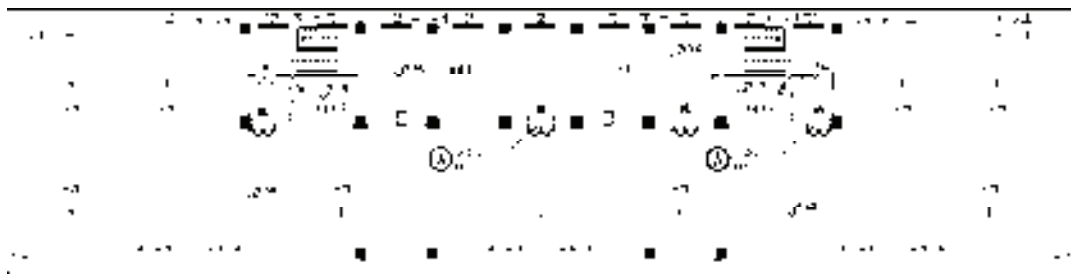

图 15-102 添加标高标注
12) 调用“复制”命令，移动复制标高标注图形，双击并修改标高参数值，结果如图 15-102 所示。